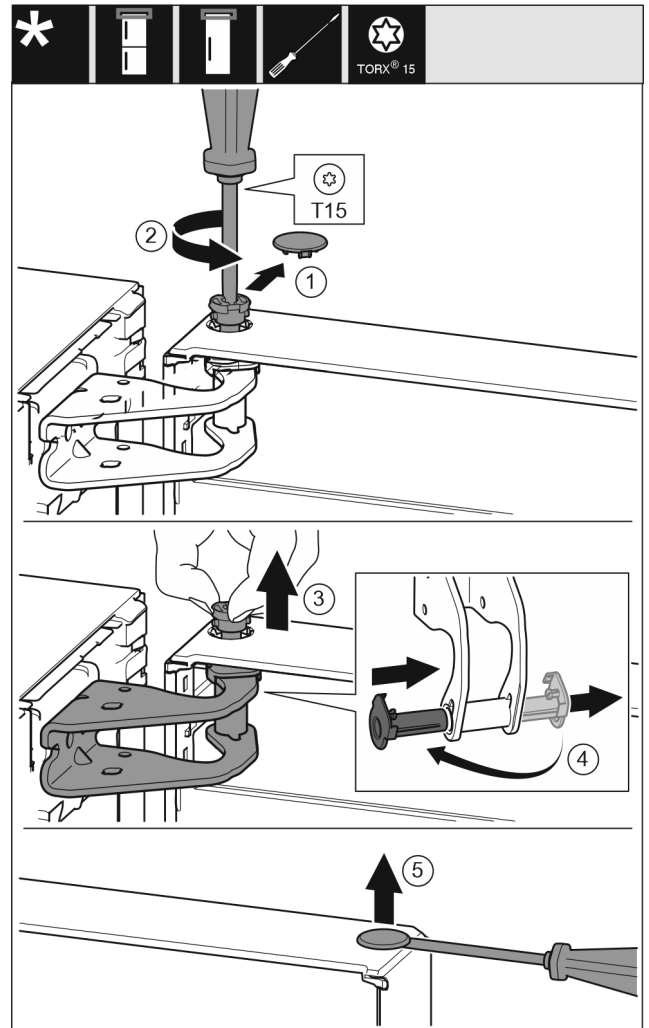

Fig. 11
- ▶ Sicherheitsabdeckung vorsichtig abziehen. Fig. 11 (1)
- ▶ Bolzen mit Schraubendreher T15 ein Stück herausdrehen. Fig. 11 (2)
- ▶ Tür festhalten und Bolzen mit den Fingern herausziehen. Fig. 11 (3)
- ▶ Lagerbuchse aus Führung ziehen. Von der anderen Seite einsetzen und einrasten. Fig. 11 (4)
- ▶ Stopfen aus der Türlagerbuchse vorsichtig mit einem Schlitzschraubendreher anheben und herausziehen. Fig. 11 (5)